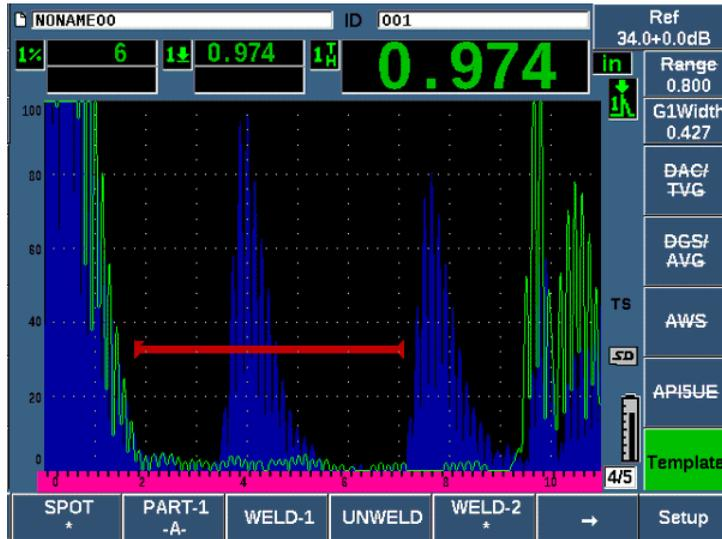

Figura 11-50 Visualizzazione del modello registrato nella schermata in tempo reale
- ◆ Premere uno dei tasti dei parametri (P1–P5) che vengono visualizzati con il simbolo * al di sotto del nome del modello (vedere Figura 11-50 a pagina 333).